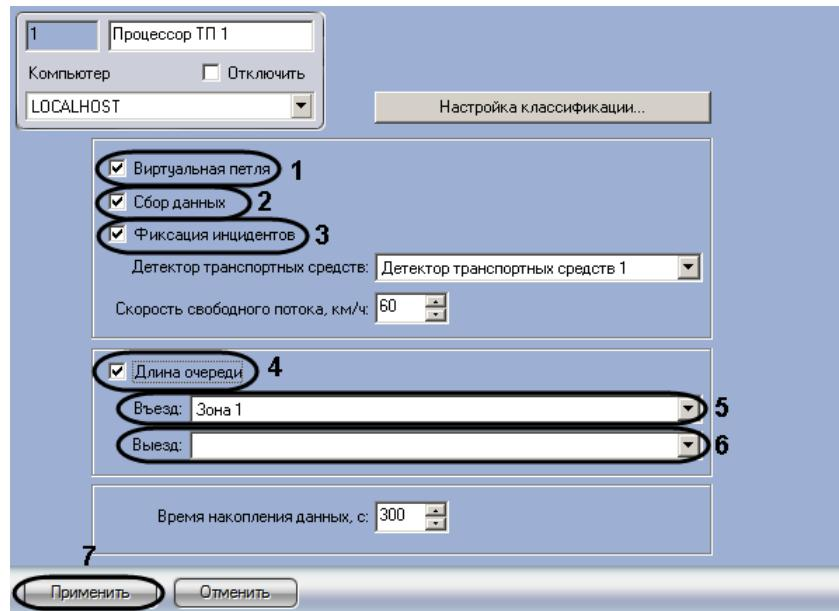

Рис. 7.7—10. Выбор режима работы модуля «Процессор транспортного потока»
1. Перейти на панель настройки объекта «Процессор ТП» (см. Рис. 7.7—10)
2. Для включения режима работы имитации виртуальной петли установить флагок «Виртуальная петля» (см. Рис. 7.7—10, 1). Результатом работы в данном режиме является ретрансляция событий о въезде/выезде транспортного средства из зоны детектирования, регистрируемых модулем «Детектор транспортного потока». По умолчанию события ретранслируются без сохранения в базе данных процессора транспортного потока. Чтобы включить сохранение событий в базе данных, необходимо выполнить шаг 3.
3. Для включения режима сбора и записи данных о транспортных потоках в базу данных процессора транспортного потока установить флагок «Сбор данных» (см. Рис. 7.7—10, 2)
4. Для включения режима фиксации и записи инцидентов в транспортном потоке в базу данных процессора транспортного потока установить флагок «Фиксация инцидентов» (см. Рис. 7.7—10, 3)